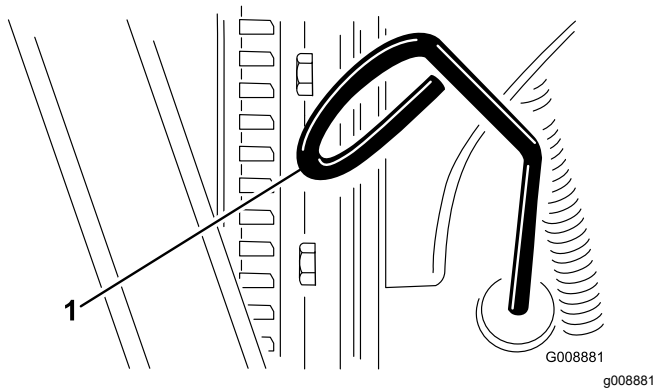

Рисунок 24
2. Выньте масломерный щуп (Рисунок 24) и протрите его чистой ветошью.